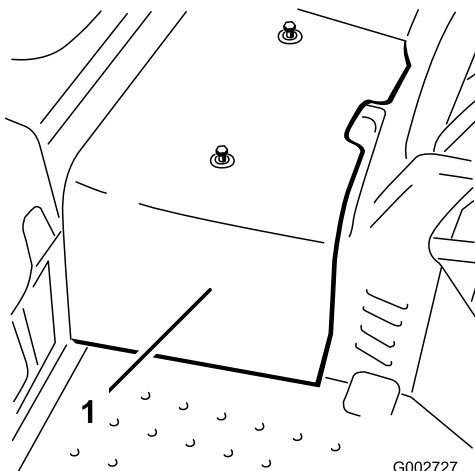

Рисунок 33
2. Ослабьте 2 винта, которые крепят центральный кожух к машине, и снимите кожух (Рисунок 33).